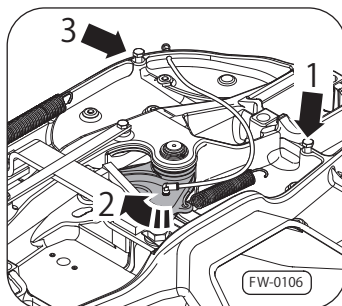

図21 スプリングの留め金を外す
2. カプラー・ジョーからスプリングの留め金を外して下さい。図21 矢印1